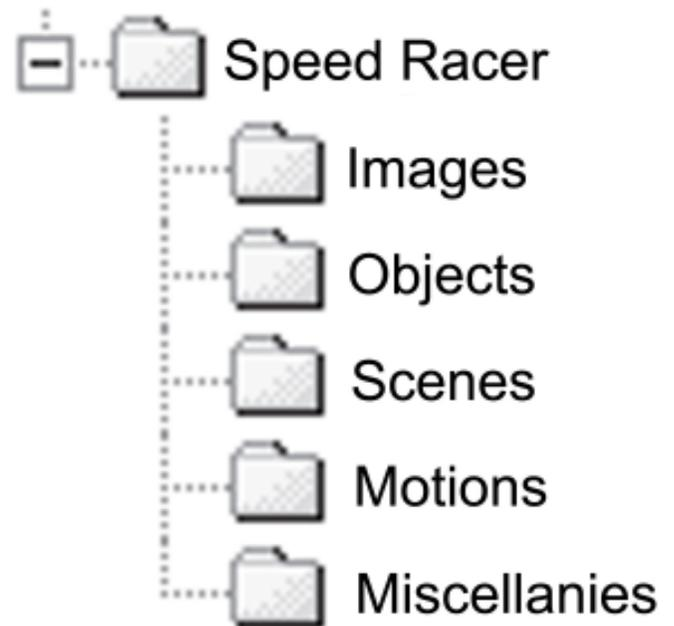

Figura 2. Directorio de Contenido titulado «Speed Racer» con sus diferentes carpetas.
**LightWave 3D** funciona con directorios de contenidos. Cuando se trabaja con un modelo o una escena, **LightWave 3D** mira en el Directorio de Contenido para cualquier archivo que se necesite. El uso de esta funcionalidad es una fantástica forma de mantener tus proyectos separados, y también te permite almacenar tus proyectos separadamente en el programa principal. La Figura 2 muestra la estructura de carpetas que utiliza **LightWave 3D**.